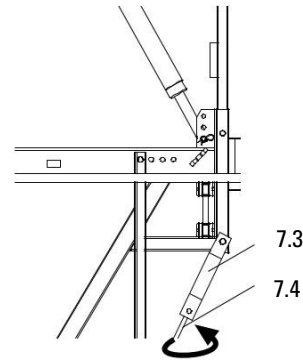

Fig. B1.34b
2. Навийте шпилката DW 15 (7.4) в гайката на свързката на обтягащия анкер (6.2). (Fig. B1.34b)